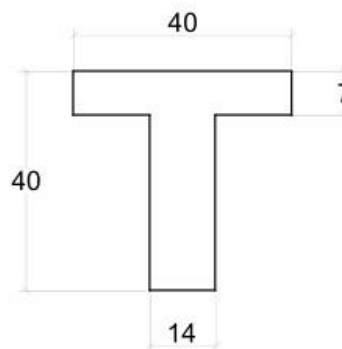

Figura 68 – Dimensões (cm) da seção T.
5) Dimensionar a armadura longitudinal da viga da Figura 68. São dados: